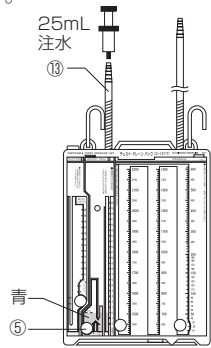

図 2
5. 吸引装置接続チューブ⑬から約 25mL 滅菌蒸留水または生理食塩水を注水する。(図 2) 注水された水は青色になる。水封止水位調節ポート⑤に注射針付シリンジを刺し込むと水位の調節が可能である。